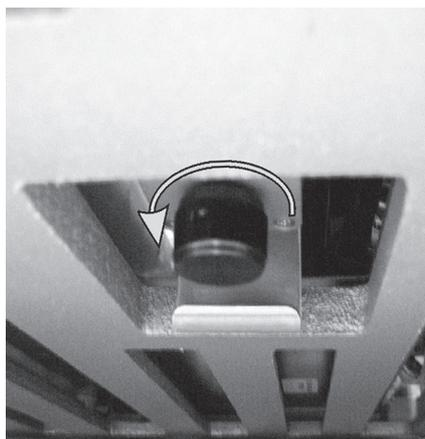

Figure 132 : Bouton d'ouverture manuelle
7. Tournez le bouton dans le sens indiqué en **Figure 132**. Ce faisant, les Covertiles se déplaceront sur les lames tandis que l'ensemble complet et le plateau monteront.
4. Trouvez le bouton d'ouverture manuelle (voir Figure 132) sous l'ensemble de coloration de lames.
5. Tournez le bouton dans le sens indiqué en Figure 132. Les Covertiles doivent être déplacés par-dessus les lames et l'ensemble complet avec le plateau doit monter.